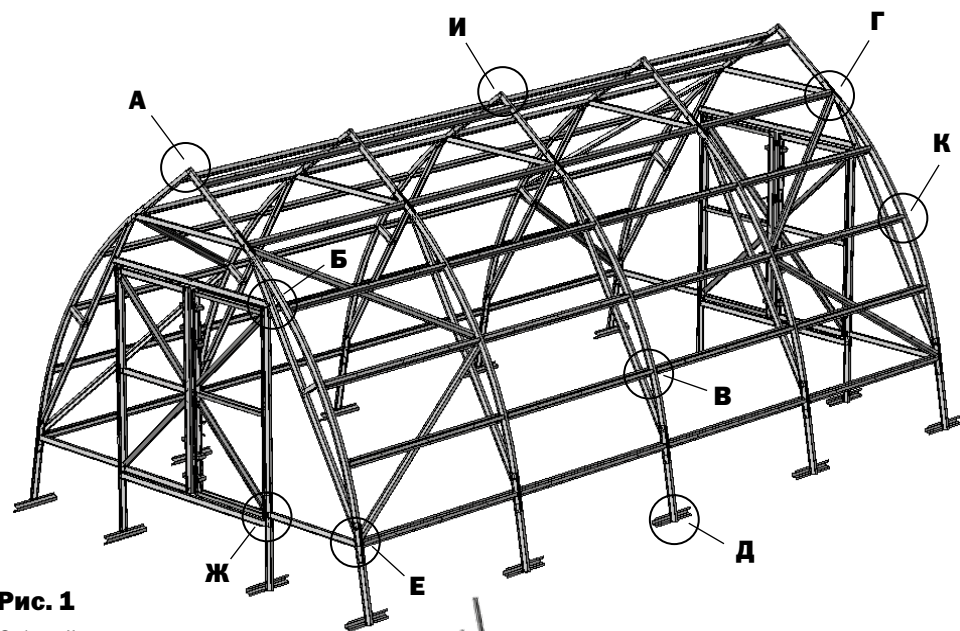

Рис. 1
1. Общий вид каркаса представлен на **рис.1**, с тамбуром - **рис.1а** (тамбур приобретается отдельно по заявке покупателя). Каркас собирается из профильных нумерованных деталей. Средние полки профиля обращены к покрытию.
Рис. 1а
Рис. 1б